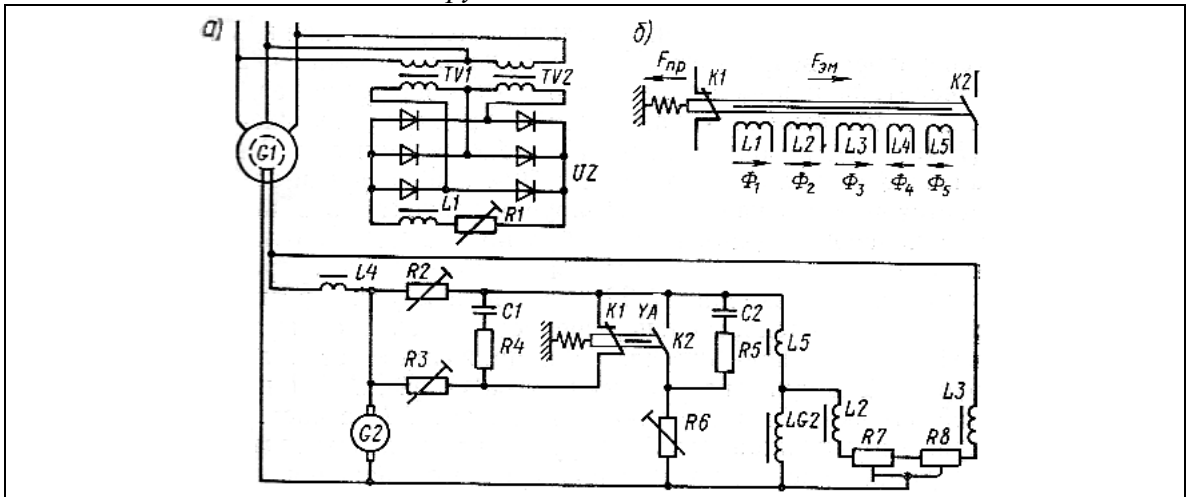

Рис. 2
- Указать элементы и принцип работы вибрационного регулятора напряжения (рис.2), объяснить работу схемы в процессе возбуждения генератора, при подключении и отключении нагрузки.